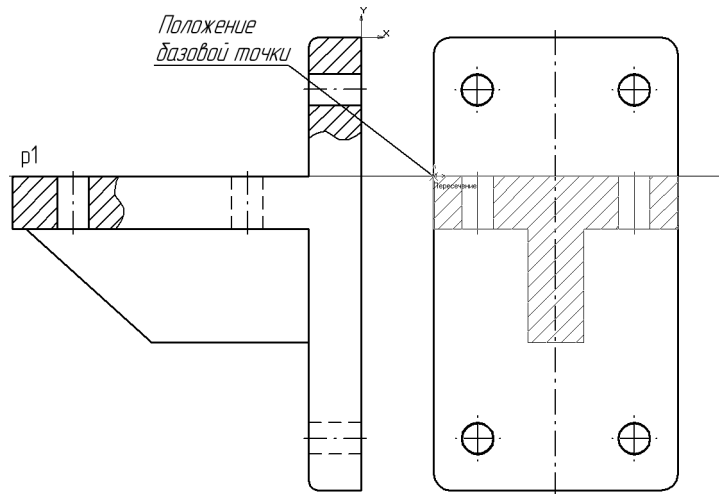

Рис. 54.26. Указание положения вставки
- 5.8. Используя глобальную привязку **Пересечение**, задайте новое положение базовой точки как это показано на рис. 54.26. Зафиксируйте ее, щелкнув мышью.